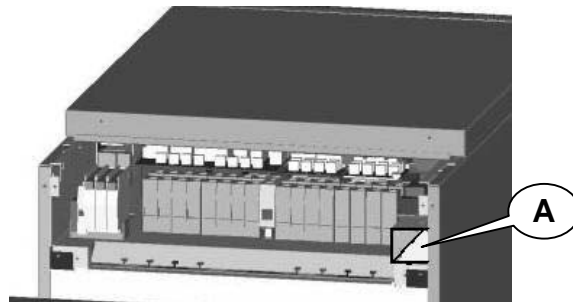

Abb. 3.5-4
- i) Ggf. vorhandene Signalkabel (RS232, Relaiskontakte für Signale etc.) von der Vorderseite durch Kanal A, Abb. 3.5-4 führen.